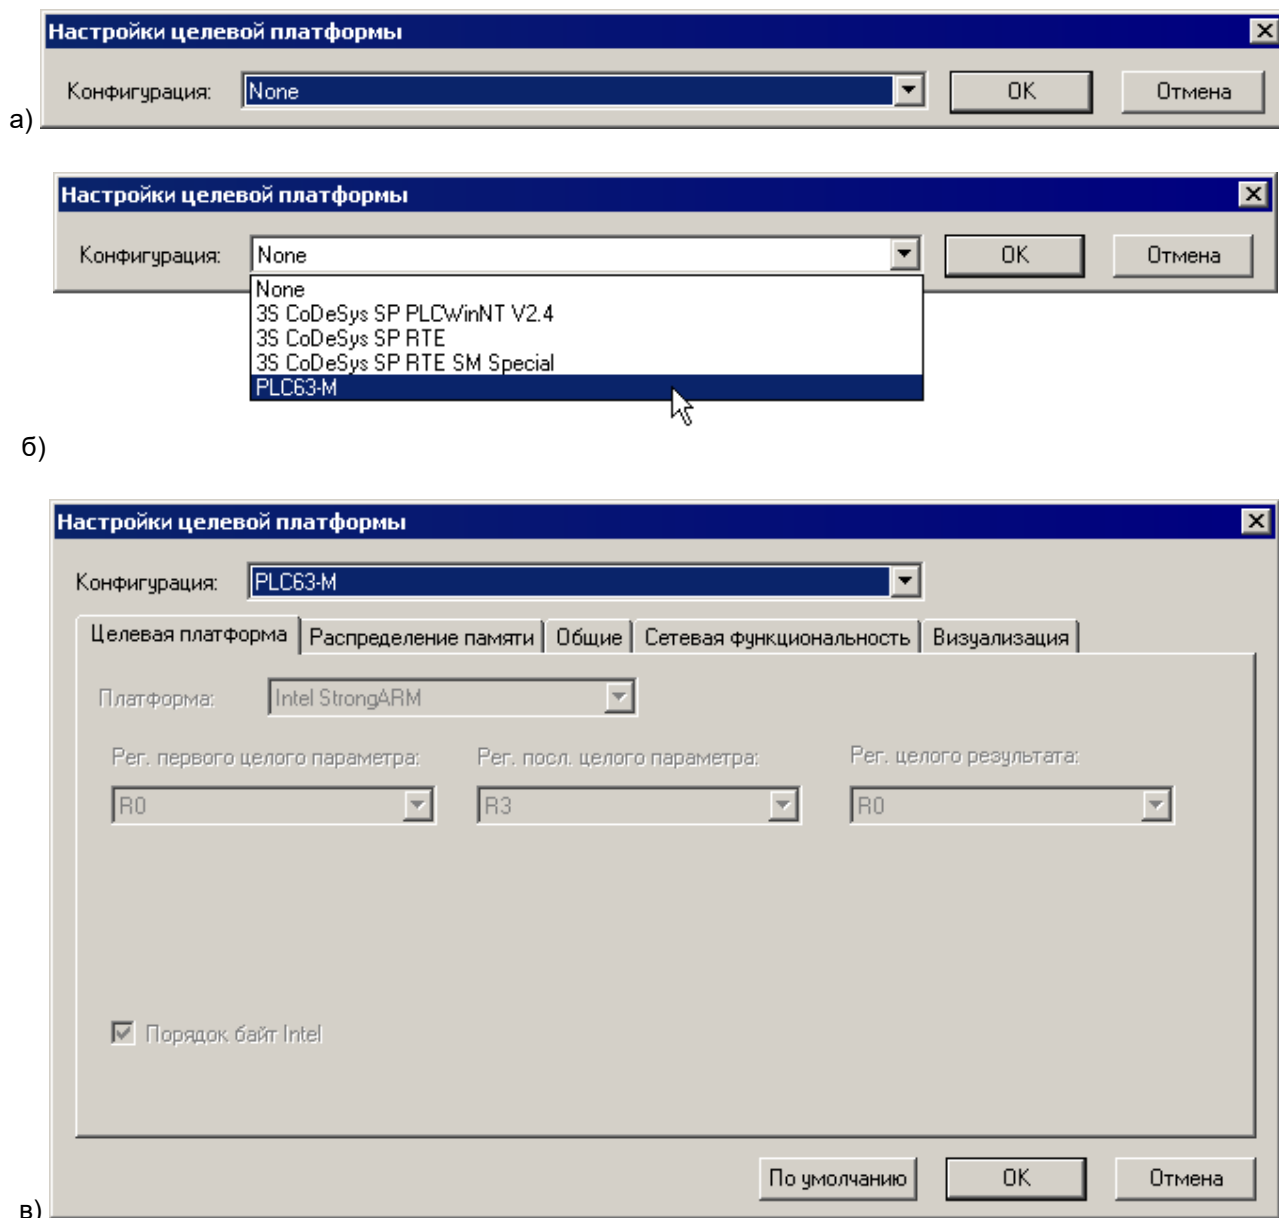

Рисунок 3.3 – Окно «Настройки целевой платформы (Target Setting)»
- 3) В открывшемся окне «Настройки целевой платформы (Target Settings)» (рисунок 3.3, а) – нажатием на кнопку у правого края поля «Конфигурация (Configuration)» раскрыть список предварительно установленных на ПК Target-файлов (см. п. 3.2). В списке – выделить требуемый файл (рисунок 3.3, б) и щелкнуть на его названии левой кнопкой мыши.
- 4) В открывшихся вкладках окна «Настройки целевой платформы (Target Setting)» отображаются установленные производителем значения параметров целевой платформы (рисунок 3.3, в).